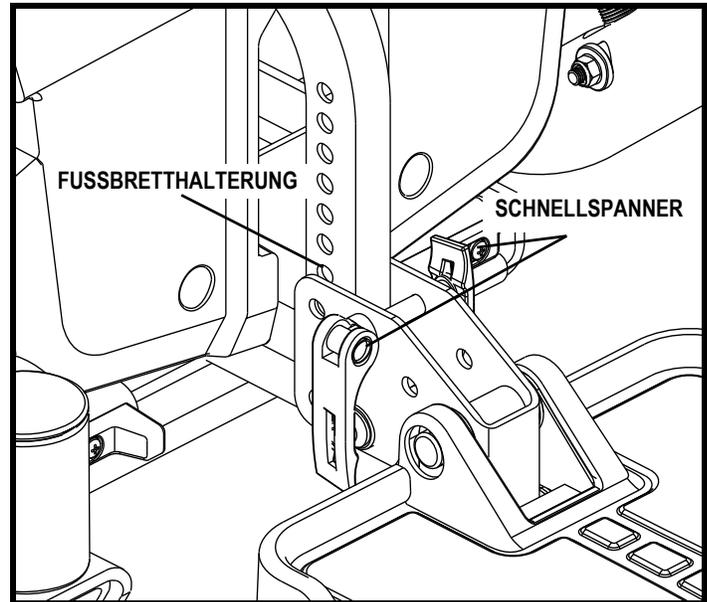
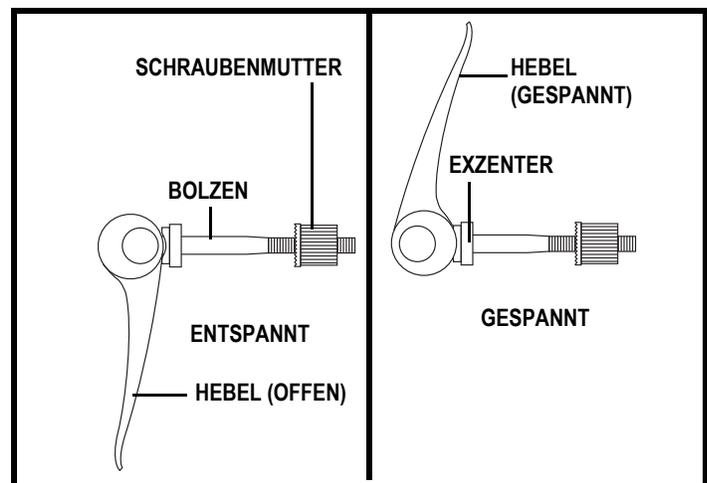

Abb. 20. Verstellung des Fußbrettst
Abb. 21. Bedienung des Schnellverschlusses
1. Die Schnellspanner von der Fußbretthalterung abnehmen. **Siehe Abbildung 20.** Die Schnellspanner wieder an der Fußbretthalterung anbringen und spannen.
1. Die Schnellspanner von der Fußbretthalterung abnehmen. **Siehe Abbildung 20.**
Schnellverschlüsse: Die Schnellverschlüsse verhindern ein übermäßiges Spiel in der Sitzstütze. **Siehe Abbildung. 20.** Der Schnellverschluss besteht aus einem Bolzen, einem Hebel und einer Schraubenmutter. **Siehe Abbildung. 21.** Der Hebel hat an einem Ende einen Exzenter, der den Verschluss in der Position hält. Der Schnellverschluss kennt zwei Positionen: gespannt und entspannt. Wenn der Hebel geöffnet ist, ist der Schnellverschluss entspannt. Wenn der Hebel geschlossen ist, ist der Schnellverschluss gespannt.